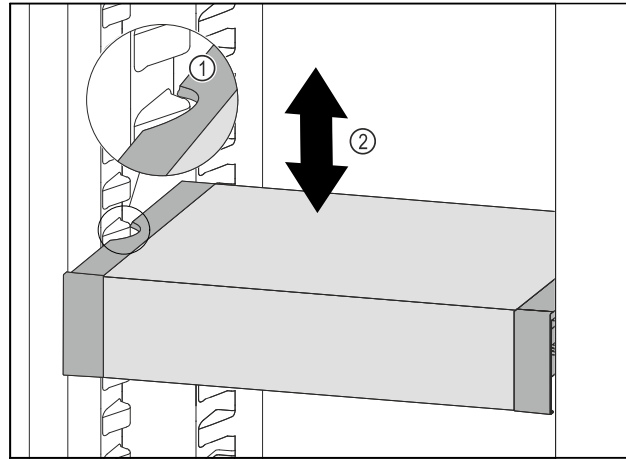

Fig. 103
- ▶ Tirer le VarioSafe vers l'avant jusqu'à ce que les encoches latérales du VarioSafe soient à la hauteur de la nervure du bac dans la partie réfrigérateur. Fig. 103 (1)
- ▶ Déplacer le VarioSafe vers le haut ou vers le bas dans la partie réfrigérateur jusqu'à ce que la hauteur souhaitée soit atteinte. Fig. 103 (2)